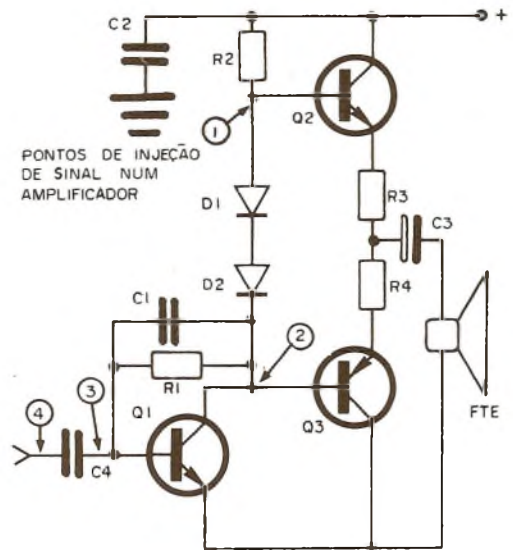

Figura 12
d) Passe depois para a base do transistor impulsor (driver) injetando o sinal. A figura 12 mostra a configuração típica de uma etapa de saída de um amplificador com os pontos de aplicação dos sinais.